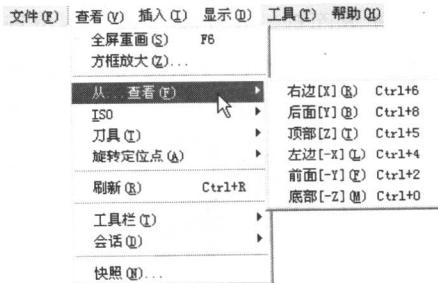

图1-14 菜单栏
- 菜单栏：位于 PowerMILL 工作界面的顶部。将光标置于菜单上，单击鼠标左键可调出子菜单，沿子菜单右箭头▶移动光标可调出更底层的菜单选项，如图 1-14 所示。